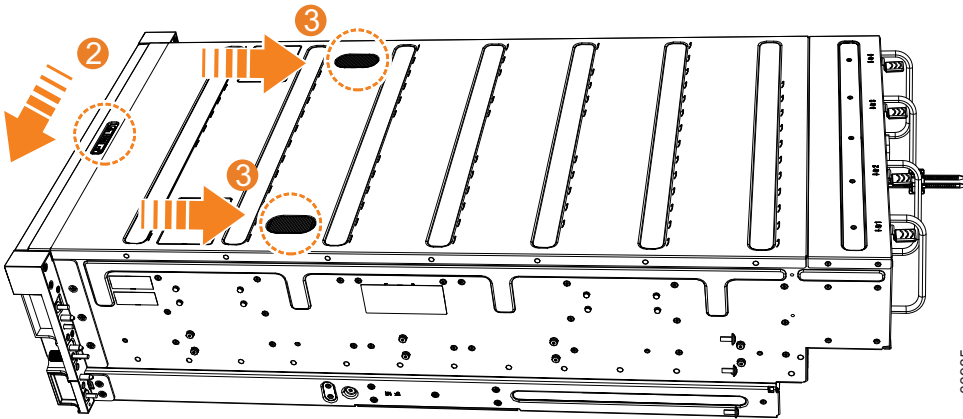

図 79. 2145-92F 上部カバーの再取り付け
2. 93 ページの図 79 に示すように、カバー解放レバー ( **2** ) を側面の方へ押します。
3. 93 ページの図 79 に示すように、カバーが止まるまで、エンクロージャーの背面方向へスライドさせます ( **3** )。